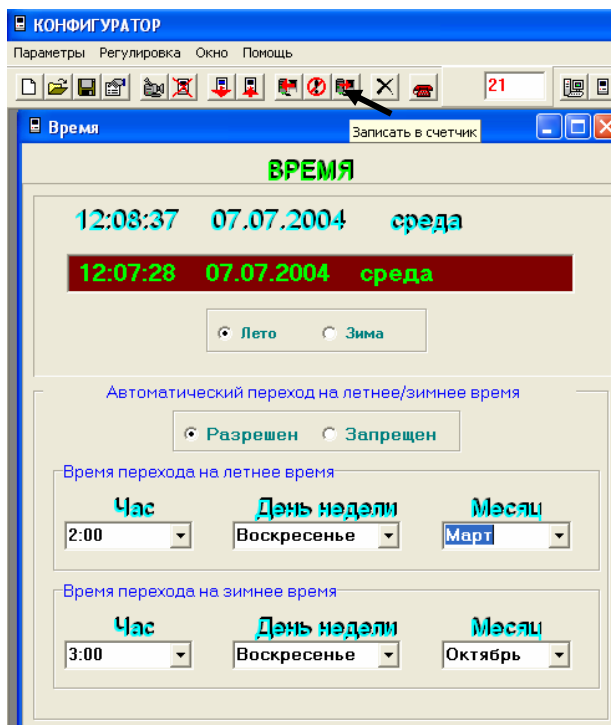

Рис.25
2. запрограммировать счётчик с помощью кнопки **«Записать в счётчик»**. При этом на экране монитора появится диалоговое окно **«Записать в память прибора»** (рис.25, 26);